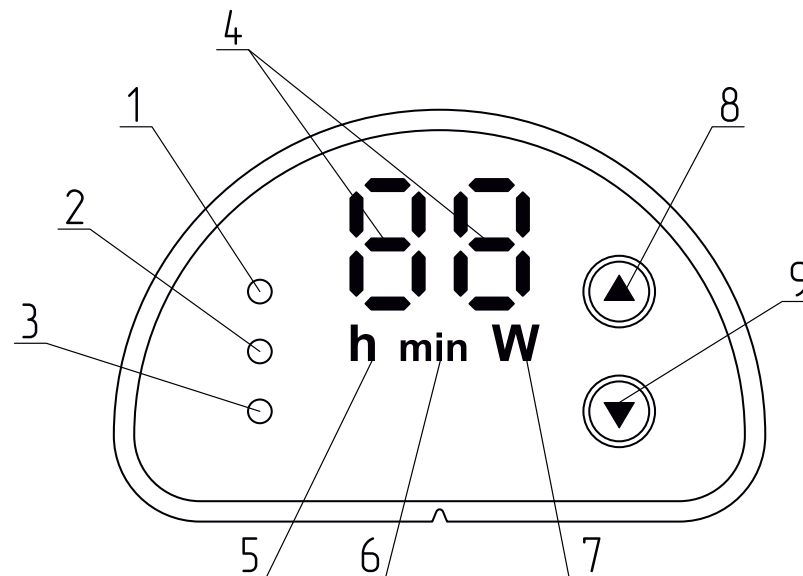
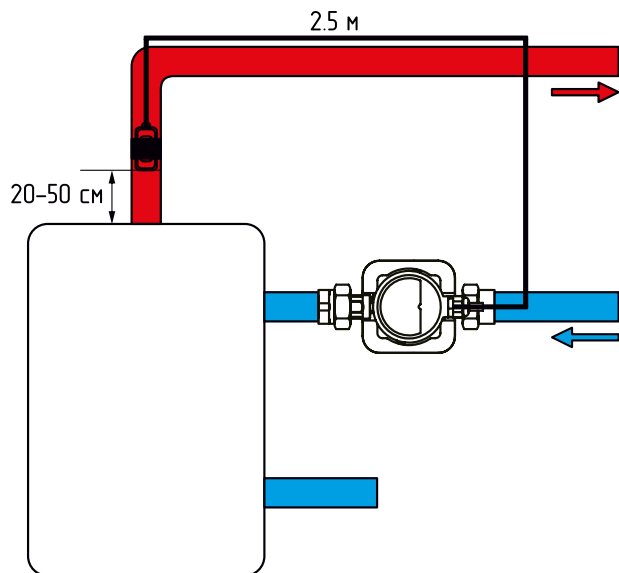

Рис.7 Панель управления
Рис.6 Установка датчика температуры
После третьего длительного нажатия **кнопки 9 ▼ (Рис.7)** в течение 5 секунд становятся доступны настройки периода времени **F1-F6** (нажатием **кнопки 8 ▲ (Рис.7)** меняем период на следующий). Для установки времени в каждом периоде **F1-F6** повторяем вышеописанные действия.
Когда любое значение от **F0** до **F6** отображается в **индикации 4 (Рис.7)**, то после одновременного длительного нажатия **клавиш 8 ▲ и 9 ▼ (Рис.7)** на 5 секунд, пользователь может выйти из режима настройки. **Индикатор 4 (Рис.7)** отображает установленное текущее время.
Коротким нажатием **кнопки 8 ▲ (Рис.7)** меняем режимы работы насоса.
После подключения питания, на дисплее насоса загорается **индикация 4 (Рис.7)**. Во время работы насоса отображается значение фактического энергопотребления в ваттах. Если насос вышел из строя на дисплее отображается сообщение о неисправности (**см.табл.5**).
Индикатор 3 (Рис.7) горит красным	Неисправность датчика температуры
После подключения питания насоса, короткое нажатие **клавиши 8 ▲ (Рис.7)** поможет вам переключать режимы (режим работы с постоянной скоростью, автоматический режим работы и режим контроля температуры). Заводская настройка насосов заключается в том, что они работают в режиме постоянной скорости.
Когда насос находится в режиме синхронизации, **индикатор 4 (Рис.7)** будет показывать текущее время. Часы и минуты отображаются попеременно. Диапазон настройки времени составляет 24 часа, все значения часов могут быть установлены от 0 до 23, а минут устанавливается от 0 до 59. После завершения настройки и выхода из соответствующего режима, часы и минуты показываются попеременно.
1. Войти в режим синхронизации (только в режиме синхронизации доступна настройка времени). Одновременное нажатие **клавиш 8 ▲ и 9 ▼ (Рис.7)** в течение 5 секунд активирует режим настройки. **Индикатор 4 (Рис.7)** мигает и отображает позиции F0-F6 (обозначают период времени).
После длительного нажатия **кнопки 9 ▼ (Рис.7)** в течение 5 секунд становится доступна настройка часов (мигает **индикатор 5 (h) (Рис.7)**), и отображается текущий час. С помощью **кнопки 9 ▼ (Рис.7)** уменьшаем время на один час, с помощью **кнопки 8 ▲ (Рис.7)** увеличиваем.
Значение времени с часов установлено, затем, нажмите и удерживайте **кнопку 9 ▼ (Рис.7)** в течение 5 секунд, после этого станет доступна установка минут (**индикатор 6 (min) (Рис.7)** мигает). При нажатии **кнопки 9 ▼ (Рис.7)** время уменьшается на одну минуту, при нажатии **кнопки 8 ▲ (Рис.7)** увеличивается.
Когда насос находится в автоматическом режиме работы, он автоматически выберет оптимальную рабочую точку в соответствии с параметрами системы. Зеленый **индикатор 2 (Рис.7)**, а также **индикатор 4 (Рис.7)**, показывающий текущую мощность, и **индикатор 7 (Рис.7)** будут гореть всегда (см.Рис.7).
В данном режиме насос ограничивает своё энергопотребление, включаясь только для поддержания температуры воды. Датчик температуры будет получать обратную связь о температуре горячей воды и насос будет принимать решение о запуске или остановке. Насос остановится, когда температура превысит 50 °С, но будет работать с постоянной скоростью, когда температура опустится ниже 36 °С. Пример установки датчика температуры показан на **Рис.6**. Зеленый **индикатор 3 (Рис.7)**, а также **индикатор 4 (Рис.7)**, показывающий текущую мощность, и **индикатор 7 (W) (Рис.7)** будут гореть.
Насос будет работать с постоянной скоростью в течение заданного временного промежутка. После входа в режим синхронизации **индикатор 4 (Рис.7)** отображает текущее значение времени, часы и минуты отображаются поочередно. При отображении часов загорается **индикатор 5 (h) (Рис.7)**. При отображении минут загорается **индикатор 6 (min) (Рис.7)**. Пользователи могут устанавливать периоды времени начала и окончания работы насоса. Таких временных периодов может быть три. После отключения электроэнергии контроллер автоматически запоминает рабочие параметры, установленные пользователем.
Когда электрический насос находится в режиме ожидания в течение 8 часов подряд, он автоматически запускается и промывает систему трубопровода в течение 15 минут. В это время насос работает с постоянной скоростью. Функция промывки возможна только в режиме контроля температуры и режиме таймера. **Индикатор 7 (W) (Рис.7)** будет гореть, **индикатор 4 (Рис.7)** будет мигать и отображать текущую рабочую мощность.
В данном режиме насос работает с постоянной скоростью. Зеленый индикатор 1 (Рис.7), а также индикатор 4 (Рис.7), показывающий текущую мощность, и индикатор 7 (Рис.7) будут гореть всегда (см.Рис.7).